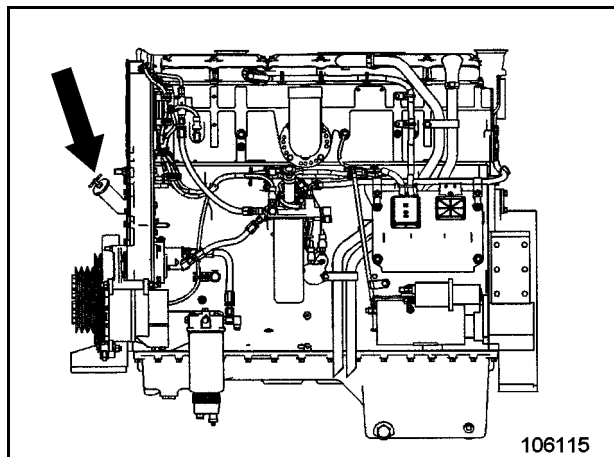

Fig. 3-14:
- Llenar aceite de motor por la tubuladora de relleno (Fig. 3-14:) hasta que el nivel de aceite alcance la marca "máx." (Fig. 2-18:).